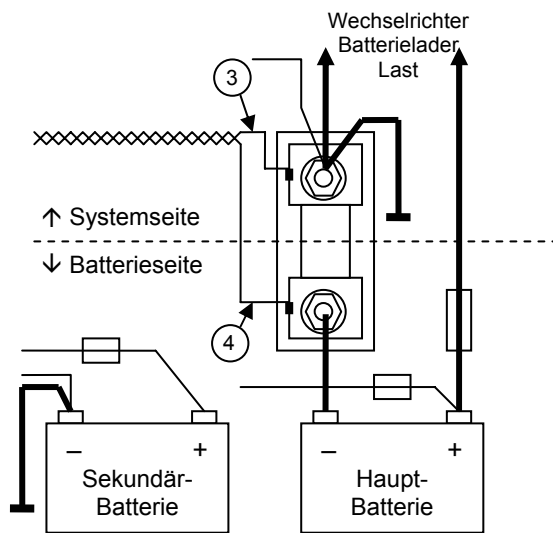

Abbildung 2
3. Führen Sie die verdrehte Doppelleitung (2x 0,25 mm2) zwischen den Shunt und den System Manager MICC. Stellen Sie dabei sicher, dass die Drähte lang genug sind, um links vom Shunt angebracht werden können zu können. Achten Sie auf die richtige Anschlussweise (3 und 4) an der Batterieseite und an der Systemseite (siehe Abbildung 2). Die maximale Länge dieses Kabels darf 25 Meter nicht überschreiten.
- Verbinden Sie den Minus-Draht des Systems mit der Systemseite (siehe Abbildung 2) des Shunts.
- Stellen Sie eine Verbindung zwischen dem Minuspol der Sekundär-(Starter-)batterie und der Systemseite (Abb. 2) des Shunts her.
- Verbinden Sie die Systemseite (Abb. 2) des Shunts mit dem Minus-Anschluss der Hauptbatterie.